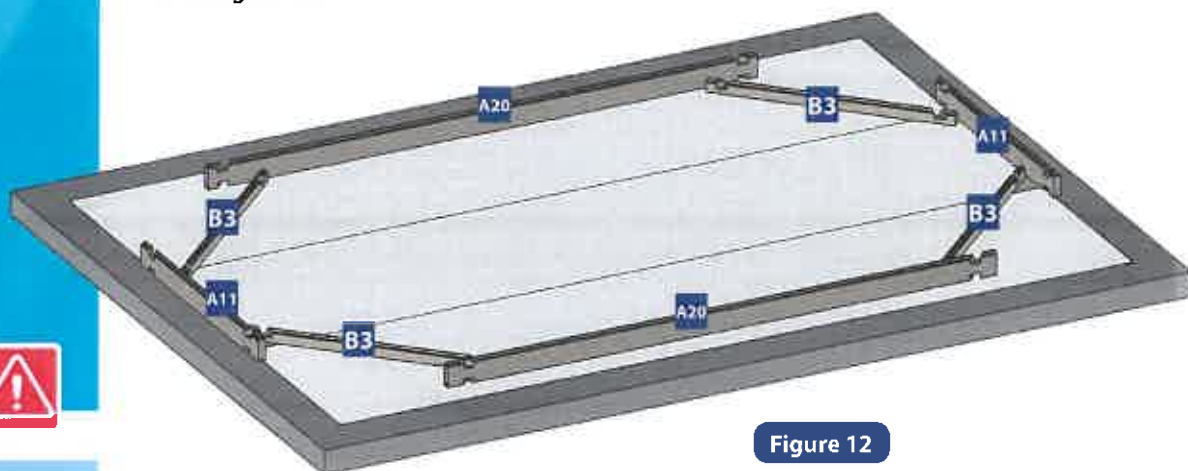

Figure 12
La dimension du feutre obtenue sera de 530 x 348 cm. Déroulez le feutre en tenant compte du choix d'orientation de votre piscine. La piscine se positionne sur le feutre comme illustré figure 12.
- Constituez la première rangée, en disposant les madriers **A11**, **A20** et **B3** comme indiqué sur la figure 12.